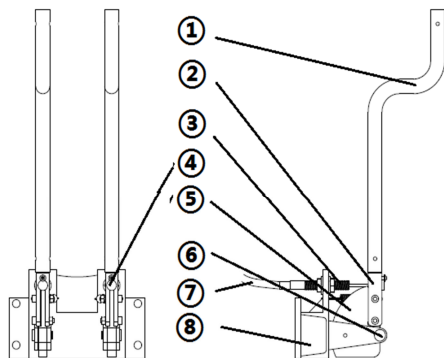

图 20 手动远程松闸装置控制机构
该装置适用于无机房曳引机，实现远距离的制动器装置的松闸；该装置用在紧急状态时营救轿厢中被困人员，提高解救速度。手动远程松闸由松闸手柄①、手柄连接杆②、拉簧③、销④、半圆盘顶杆⑤、定位销⑥、刹车线⑦、盒内底座⑧、。示意图见（P8 图 20、**错误!未找到引用源。**）所示。